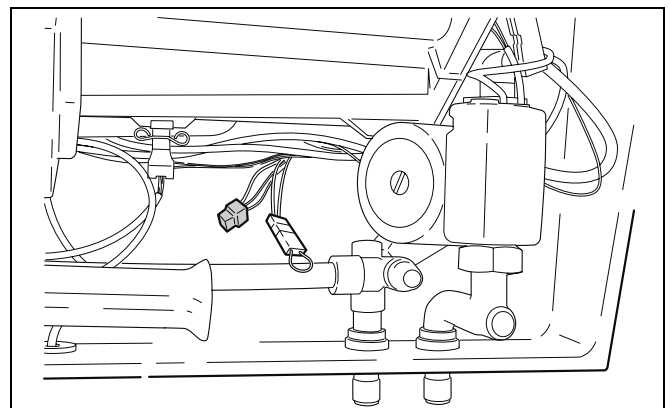

Abb. 8 Anschluss Dreiwegeventil eines externen Speicher-Wassererwärmers
- Bei Dreiwegeventil mit Stecker: Steckverbinder mit Stecker vom externen Speicher-Wasserwärmer zusammenstecken (Abb. 8).